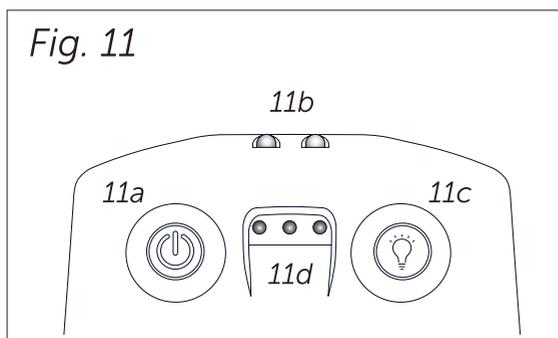

Fig. 11
Reportez-vous à la figure 11 :
Le masque médical Tiki comporte trois (3) voyants : 11d sur la figure 11.
Notez que la figure 11 montre le dessous du souffleur avec le bouton marche/arrêt à gauche.